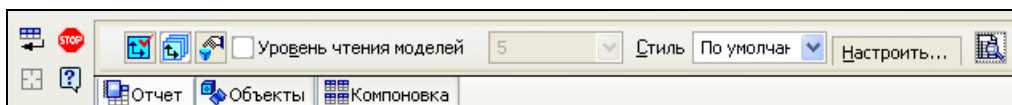

Рис. 9.17. Панель свойств команды **Создать отчет** на вкладке **Отчет**
- ◆ на вкладке **Отчет** (рис. 9.17) Панели свойств: